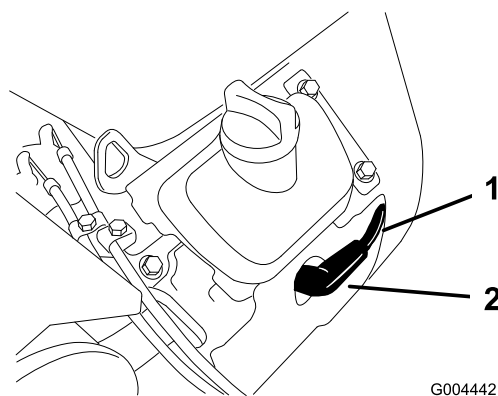

Figura 38
3. Retire el/los cable(s) de la(s) bujía(s) (Figura 38). Ahora limpie alrededor de la(s) bujía(s) para evitar que entre suciedad en el motor, lo que podría dañarlo.
3. Conecte el/los cable(s) a la(s) bujía(s) (Figura 38).